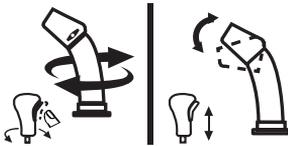

Figura 68
- Para cambiar la dirección en la que se arroja la nieve, oprima el botón del control y gírelo hacia la derecha o izquierda (Figura 68).